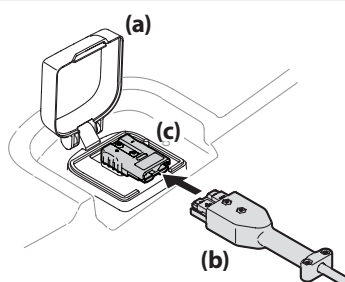
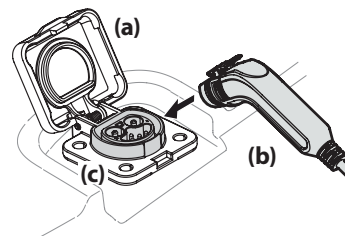

Figura 11
Figura 12
1. Levante la tapa del puerto de carga (a). Consulte la Figura 11 para el estilo 1 (725-07253A) y la Figura 12 para el estilo 2 (Cargadores de la serie T56XXX).
2. Inserte el cable de carga (b) en el puerto de carga (c). Consulte la Figura 11 para el estilo 1 y la Figura 12 para el estilo 2.